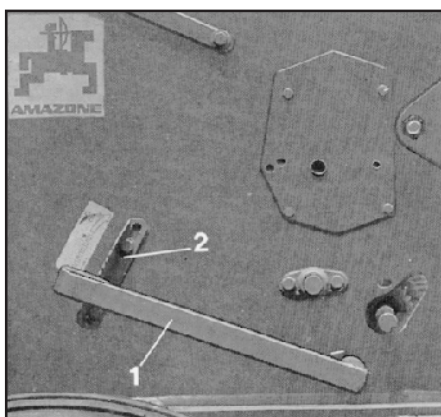
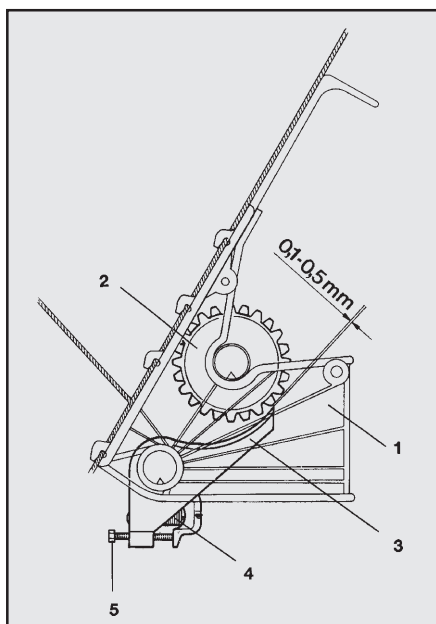

Рис. 7.3
Рис. 7.4
Необходимая для высевания партия семенного материала дозируется в корпусах высевальных аппаратов. Семена текут из семенного ящика в корпус высевального аппарата (рис. 7.4/1), где высевная катушка (рис. 7.4/2) и язык (рис. 7.4/3) закрывают посевной материал, как в камере-дозаторе. Дозированная партия семян транспортируется катушкой к краю языка, после чего семена падают в трубчатый семяпровод, который ведет к сошнику. Так как зерна имеют различную величину, камеру-дозатор необходимо подгонять под размер зерен. Эта настройка производится за счет поднятия и опускания языка высевального аппарата при помощи регулировочного рычага (рис. 7.3/1). Крупные инородные частицы, попадающие вместе с посевным материалом между катушкой и языком высевального аппарата, отгибают язык книзу. Сильная возвратная пружина (рис. 7.4/4) моментально приводит язык высевального аппарата снова в рабочее положение.
- Регулировочный рычаг языков высевальных аппаратов (рис. 7.3/1) необходимо установить на храповике (рис. 7.3/2) в позицию "1".
- В корпусе каждого высевального аппарата необходимо проверять зазор между языком высевной катушки, который должен составлять от 0,1 мм до 0,5 мм (смотри рис. 7.4). При этом высевную катушку вращайте на вале вручную.
- При помощи пружинного болта (рис. 7.4/5) установите с некоторой погрешностью необходимый зазор.